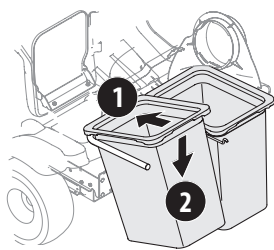

Figura 16
- Instale ambos conjuntos de bolsas (664-05104) en rieles de montaje del colgador insertando primero el borde delantero, como se ve en (1) de la Figura 16, y bajando el borde posterior hasta que calce en el conjunto (2).